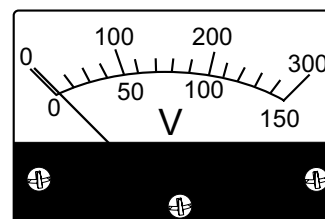

**Figure 70. Voltmètre CA (zéro volt)**
- Vérifier que le voltmètre CA (Figure 70) du soudeur-générateur indique zéro volt.